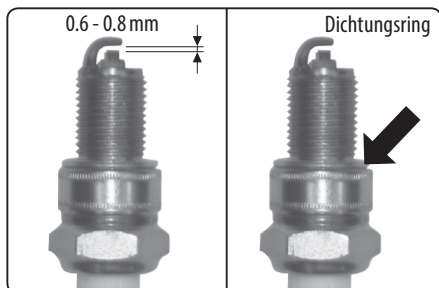

Abb. 12
- Falls die Zündkerze sichtbar abgenutzt oder verrußt ist oder der Isolator geplatzt ist oder dieser abblättert, ist die Zündkerze auszutauschen. Kontrollen Sie mit einer Schiebelehre, ob die Entfernung der Elektroden 0,6–0,8 mm beträgt und ob der Dichtring in Ordnung ist (siehe Abb. 12).